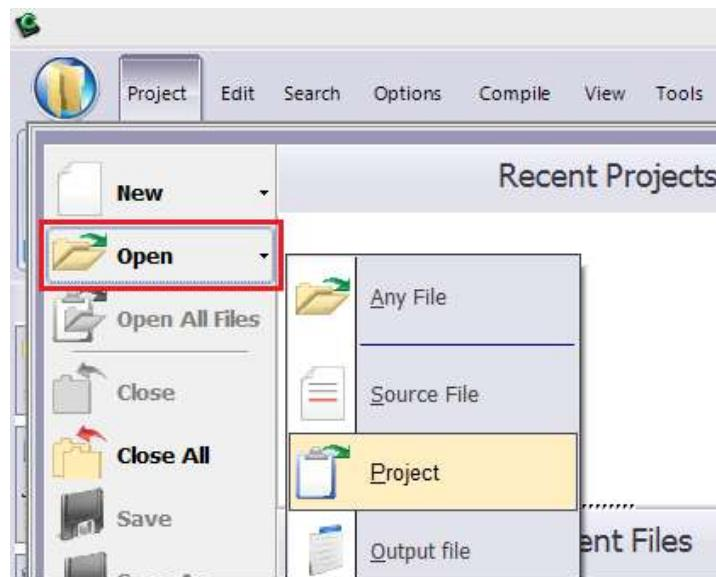
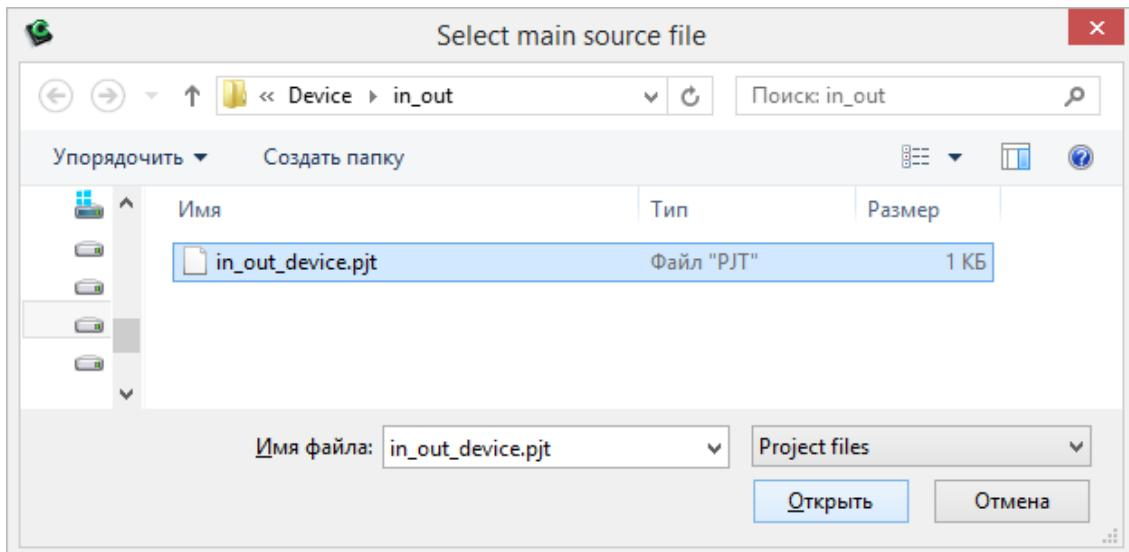

Рисунок 2.29 – Відкриття проекту у **IDE PCWH**
Рисунок 2.30 – Відкриття проекту у **IDE PCWH**
2. Вибрати: **Open > Project** (рис. 2.29, рис. 2.30).
3. Знайти і відкрити свій директорій і вибрати проект з розширенням \*.pjt (рис. 2.30):